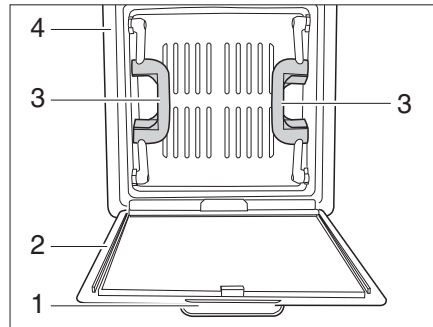

Fig. 46 Claraboya con cierre de resorte (variante 2)
- Empujar hacia abajo la protección contra insectos (Fig. 46,2) mediante el tirador (Fig. 46,1). La protección contra insectos se pliega hacia abajo.
- Presionar hacia arriba la claraboya mediante los dos tiradores (Fig. 46,3).
- Plegar hacia arriba la protección contra insectos y engatillarla en el marco (Fig. 46,4).
- Presionar con fuerza hacia abajo la claraboya mediante los dos tiradores (Fig. 46,3).